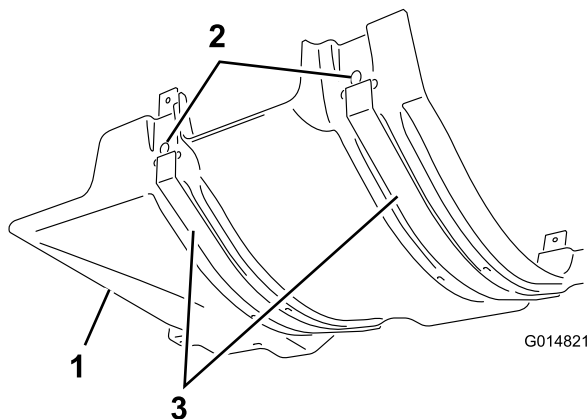

Figura 3
1. Inserite le fasce di fissaggio nelle fessure dello schermo termico posteriore del motore (Figura 3) e fissate le fasce allo schermo mediante 6 spine di plastica.